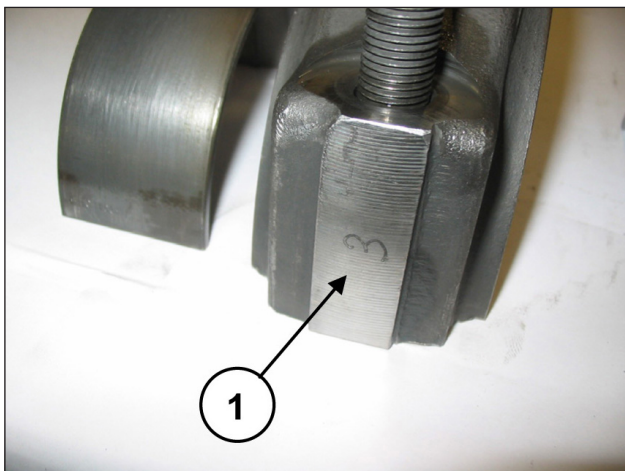

Fig. 40
Acoplar las semibielas en los sombreretes ya desmontados, controlando la numeración (pos. ①, Fig. 40).
Separar los sombreretes de las semibielas; controlar los números laterales para emparejarlos de manera correcta (pos. ①, Fig. 40).